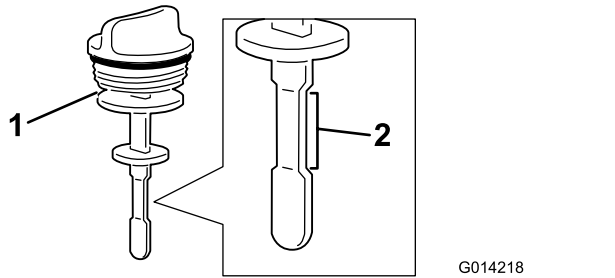

Figura 97
4. Retire la varilla del cuello de llenado y compruebe el nivel de fluido (Figura 97).